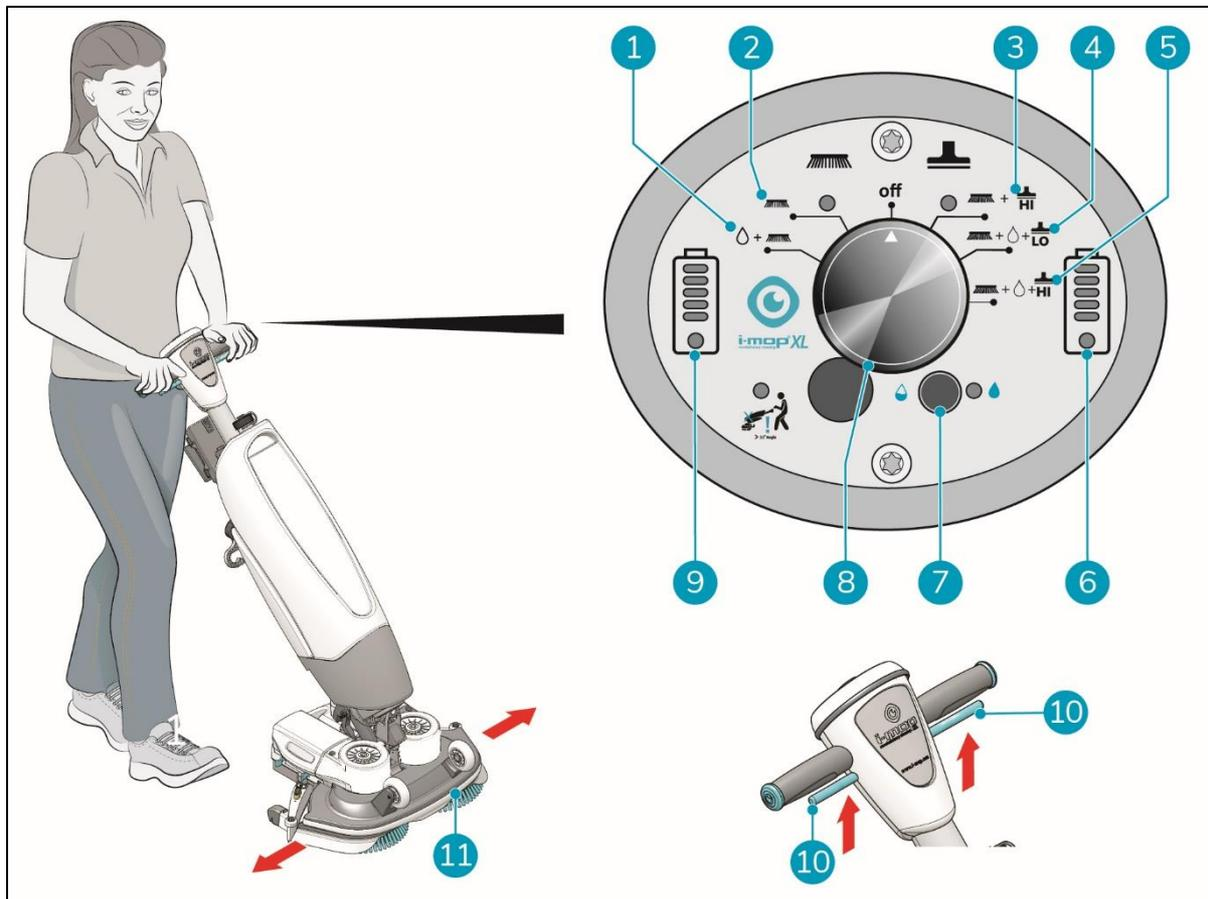

Figure 22
4. Placez-vous derrière l'i-mop[®] XXL Pro. Choisissez votre mode de nettoyage à l'aide de l'interrupteur principal (Figure 22, pos. 7). L'i-mop XXL Pro se met également en marche. Vous pouvez sélectionner les options indépendamment les unes des autres ou en les combinant.
- MODE 1 : Brosse + eau/solution nettoyante (Figure 22, pos. 1).
- MODE 2 : Brosse uniquement (Figure 22, pos. 2).
- MODE 3 : Brosse + aspirateur (Figure 22, pos. 3).
- MODE 4 : Brosse + eau/solution nettoyante + aspirateur Lo (Figure 22, pos. 4).
- MODE 4 : Brosse + eau/solution de nettoyage + Hi vacuum (Figure 22, pos. 5).
6. Appuyez sur la gâchette de la poignée (Figure 22, pos. 10). L'i-mop[®] XXL se met également en marche.
9. Dirigez en tournant doucement la poignée vers la gauche ou la droite pour déplacer le plateau de lavage (Figure 22, pos. 11).
10. Relâcher la gâchette (Figure 22, pos. 10) arrête immédiatement l'i-mop XXL Pro. Le moteur d'aspiration s'arrête au bout de 3 secondes.